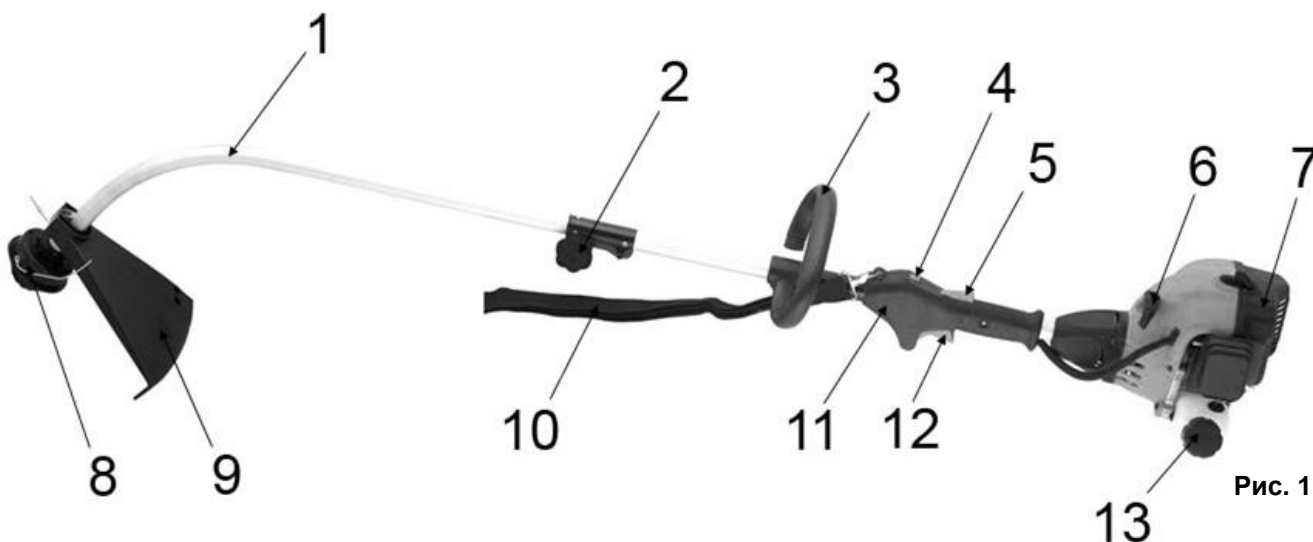

Рис. 1
- Для удобного управления триммером, обязательно используйте ручку D-образной формы (3)(См. Рис.1).
- Ручка D-образной формы (3)(См. Рис.1) крепится на штангу триммера на удобной для Вас высоте.
- Для безопасной работы необходимо использовать защитный кожух (9)(См. Рис. 1) триммерной катушки! Эксплуатация триммера без защитного кожуха категорически запрещено!
- Открутите топливную крышку (13; 3)(См. Рис.1;4). Аккуратно залейте в топливный бак заготовленную смесь.
- Переведите выключатель зажигания (4)(См. Рис.1) на рукоятке управления в положение «ВКЛ» (ON).